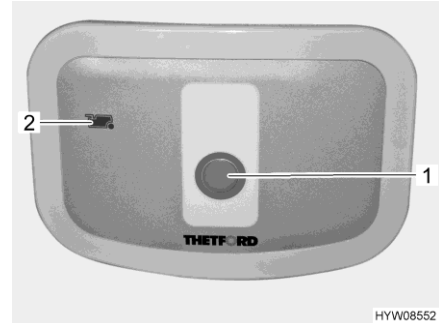

Bild 161 Spolknapp/kontrollampa (Thetford-toalett)
- För att spola, tryck på den blå spolknappen (Bild 161,1).
- Kontrollampan (Bild 161,2) lyser när latrintanken måste tömmas.